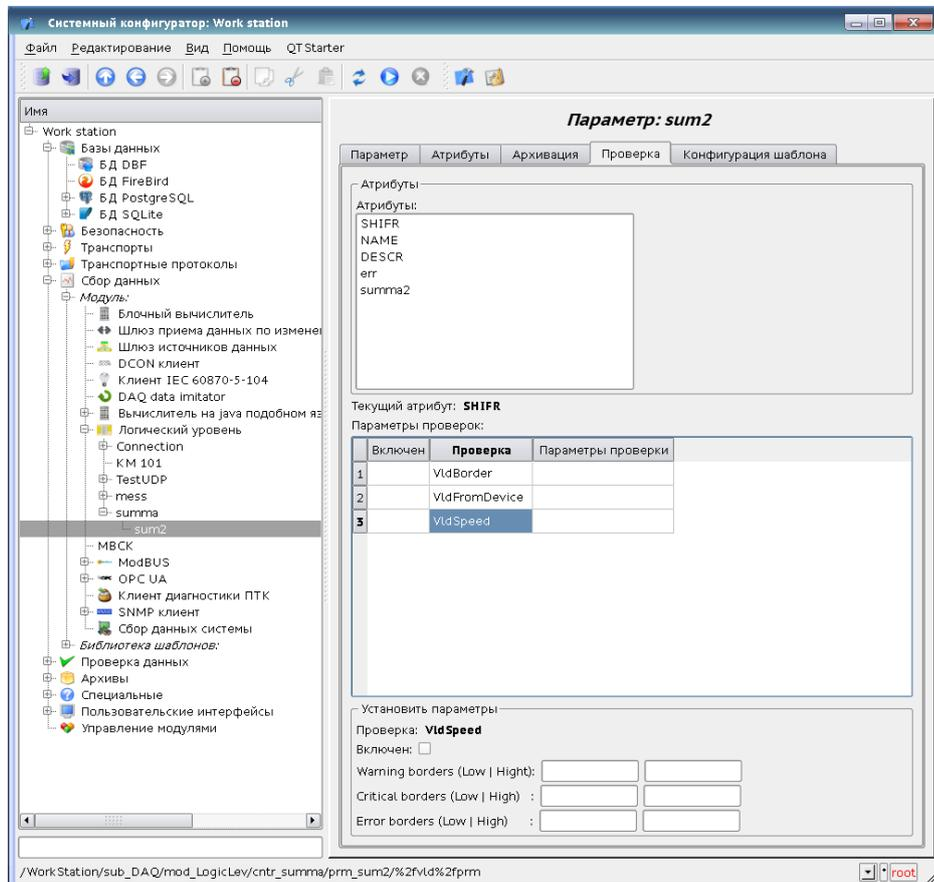

Рисунок 67
- VldSpeed – задание верхней и нижней границ скорости изменения атрибута (рисунок 67).